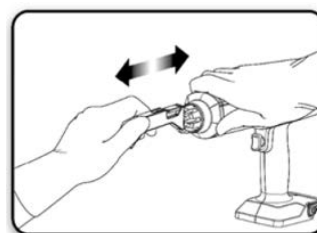

図.3
- (3) 図 3 のように、ハンドピースを把持しながら、アダプターを前後に引っ張って、アダプターがロッキングカラーにしっかりと装着されているか確認する。